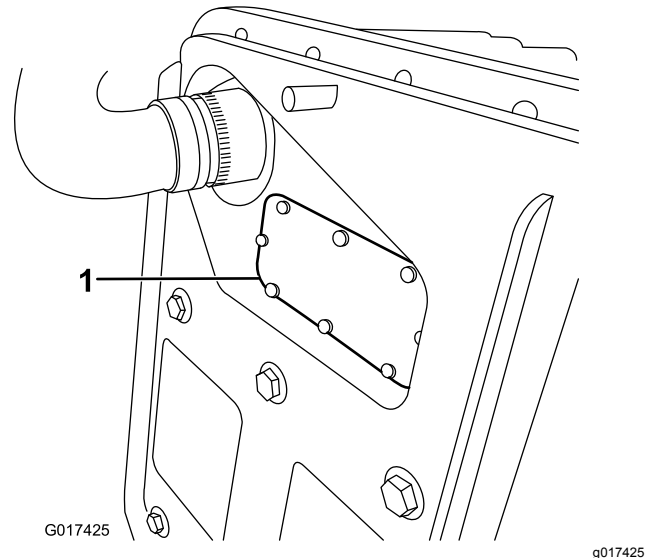

Figura 43
- B. Togliete il coperchio fusibili (Figura 43).